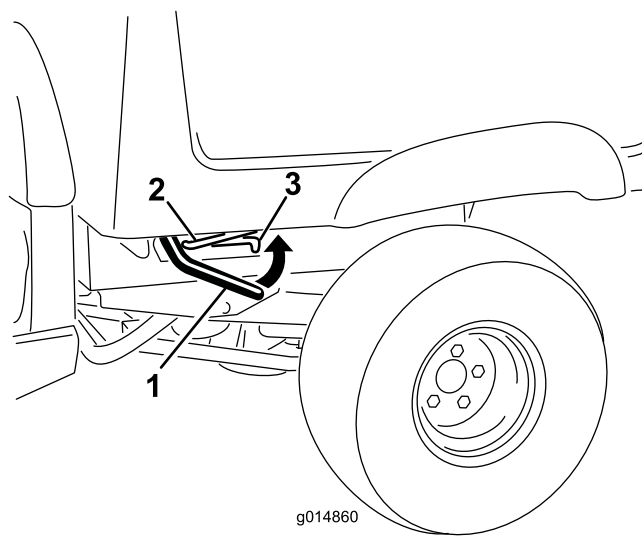

図 17
1. 荷台の前側の角部ちかくにあるラッチレバーを持ち上げて、荷台を上昇させる図 17。
2. 荷台が上がったら、車体の左側ブレームについている支え棒を、荷台の底部についているスロットの奥までいれて荷台を支える図 17。
1. ラッチバーを引き上げて荷台をかるく持ち上げる図 17)。
2. 荷台の底部のスロットにはめ込んであった支え棒を外す図 17)。
3. ラッチがかかるまで荷台を確実に降ろす図 17)。